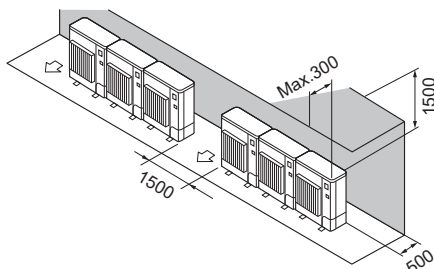

Abb. 2-14
- (2) Hindernisse nur auf der Rück- und Oberseite (Abb. 2-14)